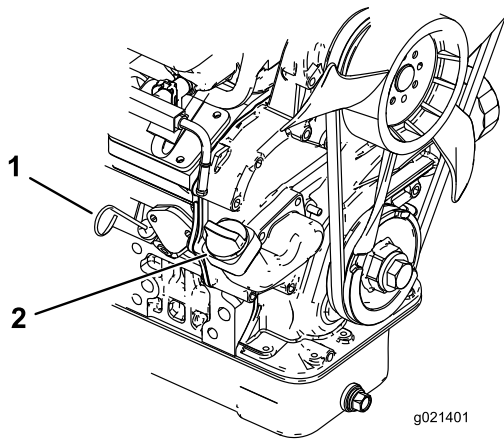

Figura 22
2. Retire la varilla (Figura 22) y límpiela con un paño limpio. Introduzca la varilla en el tubo y asegúrese de
3. Si el nivel de aceite es bajo, retire el tapón de llenado (Figura 22) y añada aceite suficiente para que el nivel de aceite llegue a la marca Lleno de la varilla.